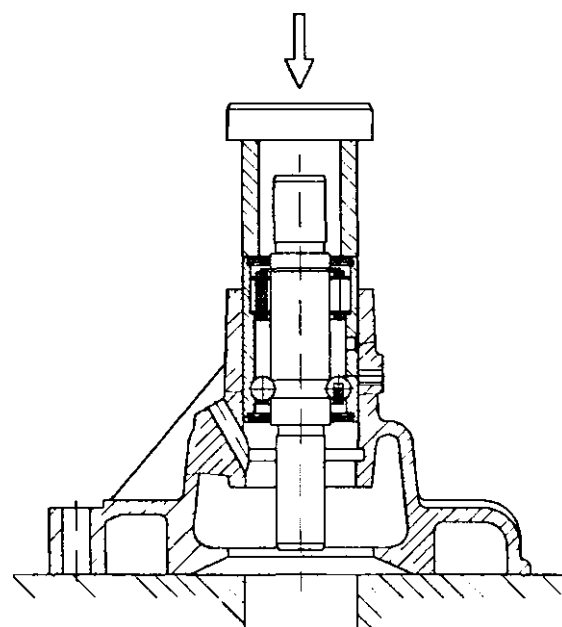

Рис. 4.54. Запрессовка подшипника с валиком в корпус насоса системы охлаждения
- с помощью оправки запрессовать подшипник с валиком в сборе в корпус так, чтобы гнездо под фиксатор на обойме подшипника совпало с отверстием в корпусе насоса (рис. 4.54);